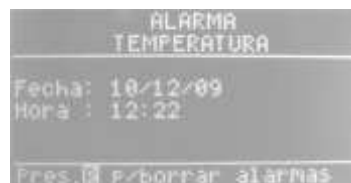

Fig.14
Al presionar la tecla **R** (fig.1 (4)) una vez, aparecerá el display de ALARMA TEMPERATURA, indicando la fecha y la hora en que se produjo el primer desfasaje de temperatura (fig.14).